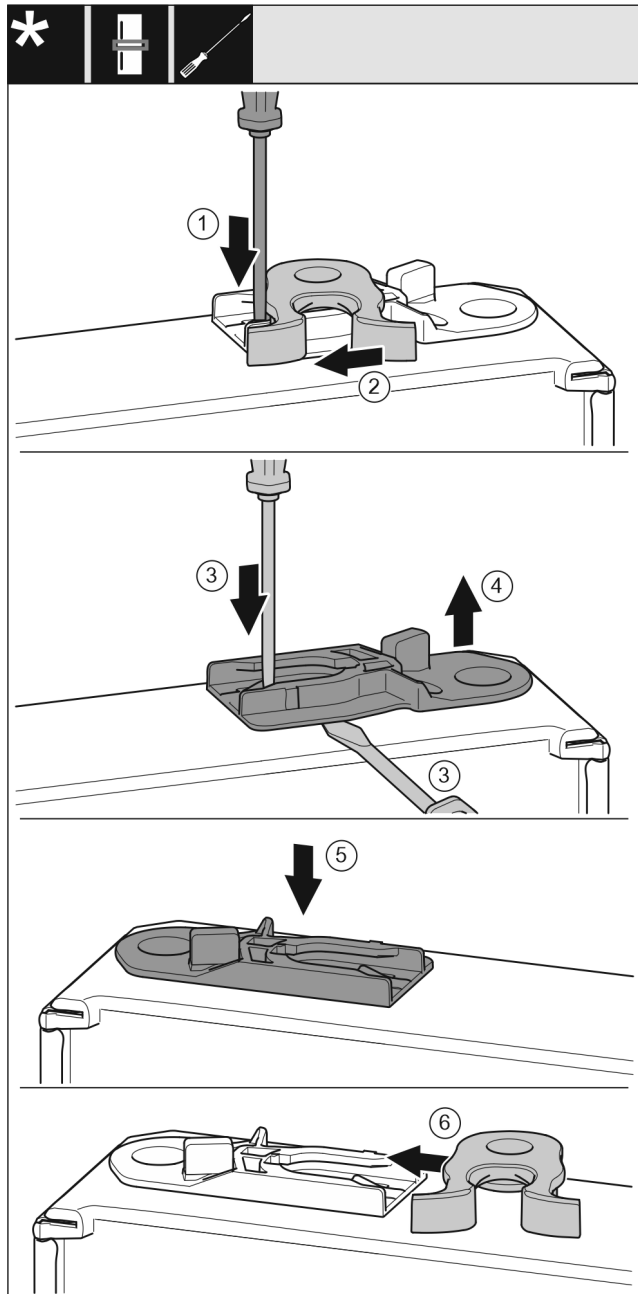

Fig. 19
- ▶ Shtypni për poshtë gjuhëzën Fig. 19 (1) me një kaçavidë me kokë petë.
- ▶ Nxirrni jashtë nga foleja udhëzuese grepat e mbylljes Fig. 19 (2).
- ▶ Nxirrni jashtë manikotën udhëzuese Fig. 19 (3, 4): Shtypni gjuhëzën me një kaçavidë me kokë petë dhe në të njëjtën kohë futni një kaçavidë me kokë petë poshtë manikotës udhëzuese.
- ▶ Futni në anën tjetër të kasës manikotën udhëzuese Fig. 19 (5) të përfshirë në përmbajtjen e paketimit.
- ▶ Futni grepat e mbylljes Fig. 19 (6) në folenë udhëzuese.